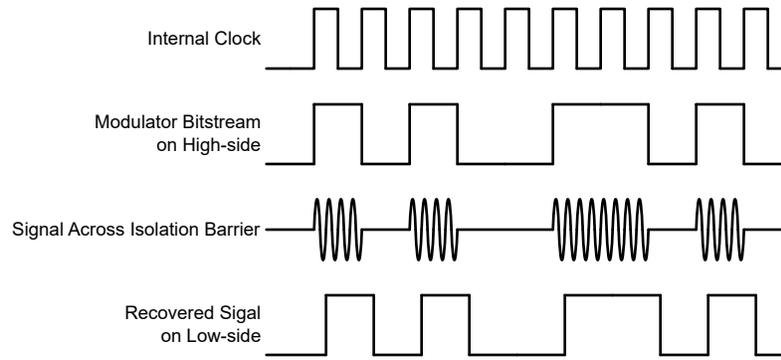

図 7-1. OOK ベースの変調方式
図 7-1 に示されているように、AMC0x11R-Q1 は、オン/オフキーイング (OOK) 変調方式を使用して、変調器の出力ビットストリームを、SiO₂ ベースの絶縁膜間で伝送します。送信ドライバ (TX) をに機能ブロック図示します。TX は、内部で生成された高周波キャリアを絶縁バリア越しに送信し、デジタル 1 を表現します。ただし、TX はデジタル 0 を表す信号を送信しません。AMC0x11R-Q1 で使用されるキャリアの公称周波数は 480MHz です。